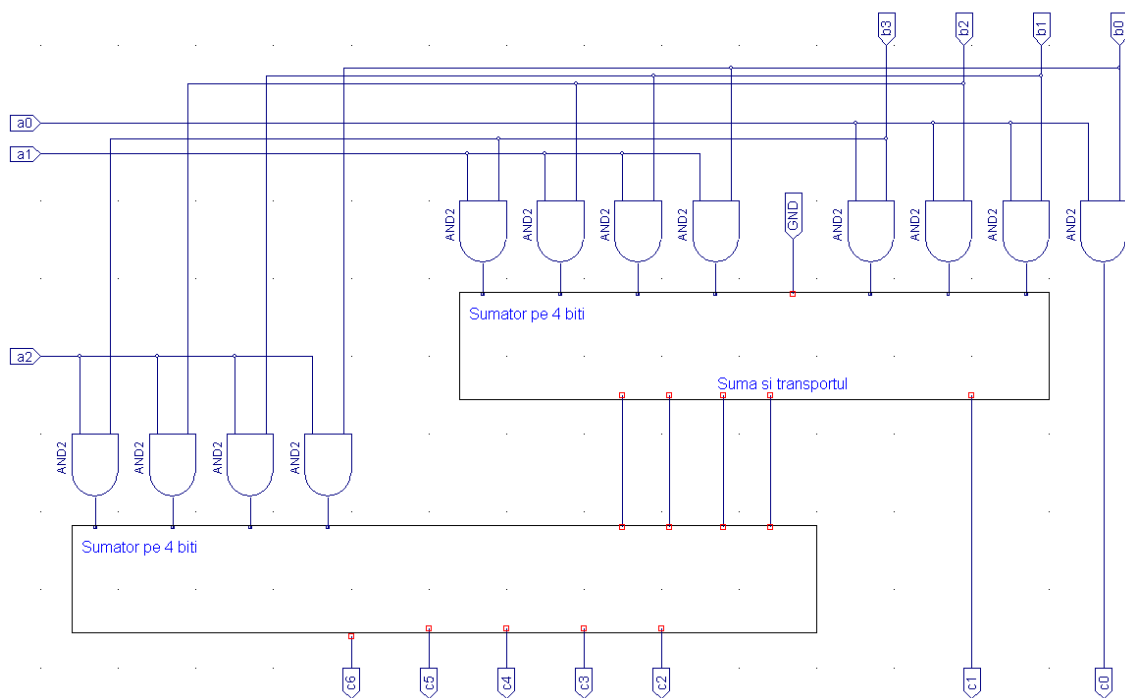

Figura 6: Circuitul matrice de multiplicare pentru $k = 4$ și $j = 3$.
Un exemplu de circuit matrice de multiplicare este prezentat în figura 6.
1. Să se proiecteze și simuleze utilizând XilinxWebPACK 10.1 și limbajul Verilog un circuit combinațional care să realizeze operația de înmulțire dintre două numere binare. Se va utiliza schema prezentată în figura 6;